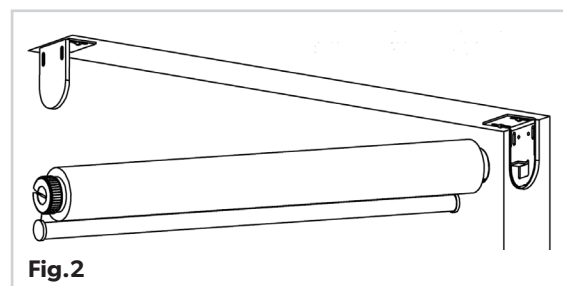

Fig.2
- A continuación, coloque la persiana de modo que el tornillo de ajuste quede a la derecha. (Fig.2)